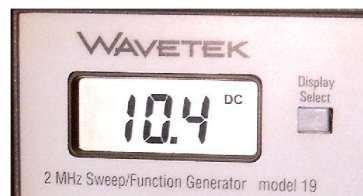

Fig. 2.3
3. nivelul tensiunii de offset la ieșirea principală, exprimat în volți (fig.2.3); exemple: 10.4^{DC} , 5.8^{DC} .